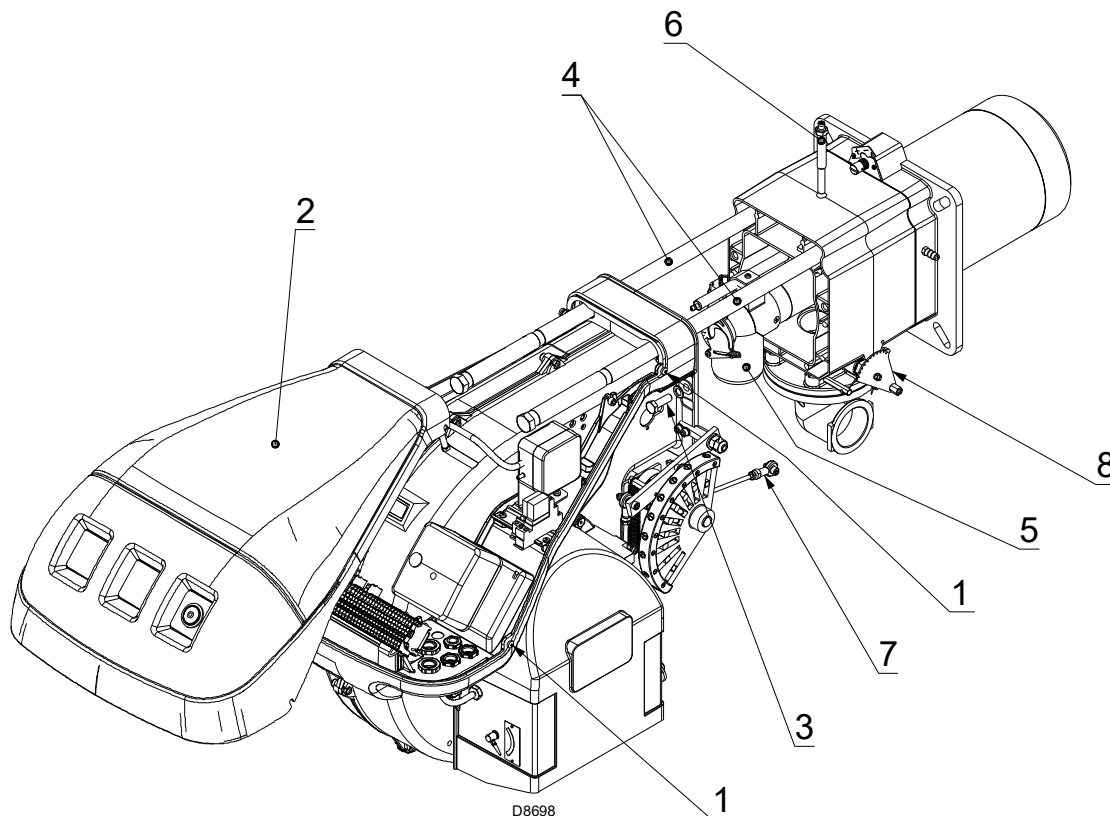

Abb. 39
- Lockern Sie die Schrauben 1) und nehmen Sie die Verkleidung 2)(Abb. 39) ab.
- Haken Sie das Gelenk 7) aus dem Skalensegment 8)(Abb. 39) aus.
Nun kann der Gasverteiler 5) nach Entfernung von Schraube 6) (Abb. 39) herausgezogen werden.
- Fügen Sie die Schrauben 3)(Abb. 39) wieder ein und ziehen Sie die Fühler- und Elektrodenkabel dann vorsichtig nach außen, bis sie leicht gespannt sind.
- Hängen Sie das Gelenk 7) wieder am Skalensegment 8)(Abb. 39) ein.
- Montieren Sie die beiden Verlängerungen von den Gleitschienen 4)(Abb. 39) ab.